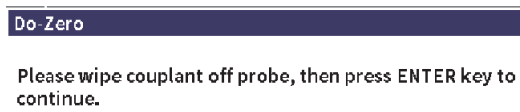

Figura 11-36 Cuadro de diálogo P.cero
10. Pulse dos veces la tecla ESC para omitir la página **Transducer setup** y ver el cuadro de diálogo **Do Zero** [P.cero] (vea la Figura 11-36 en la página 226).